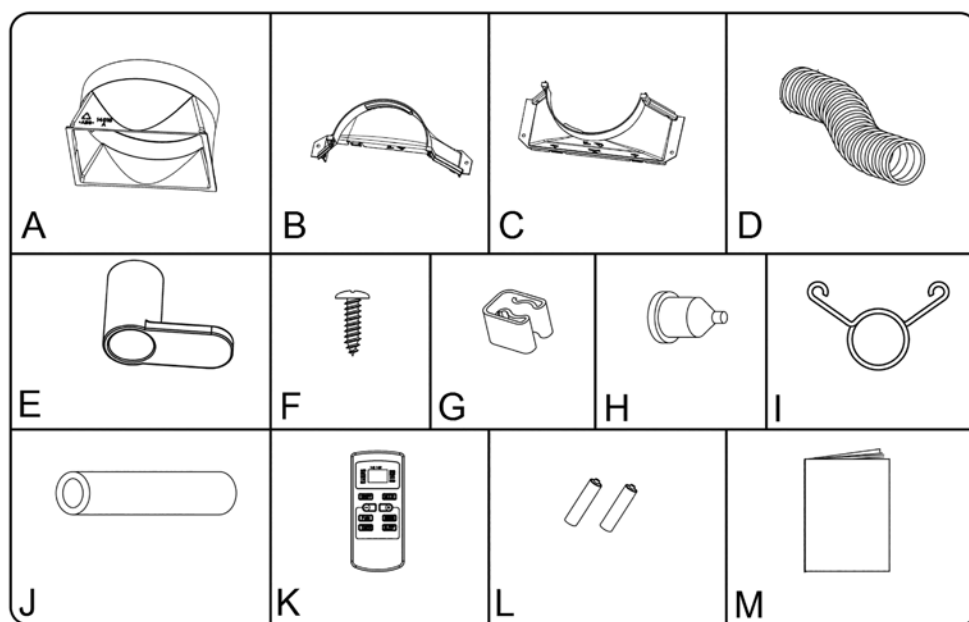
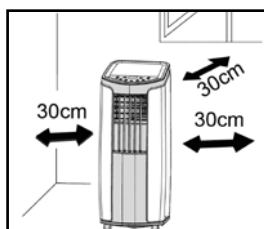
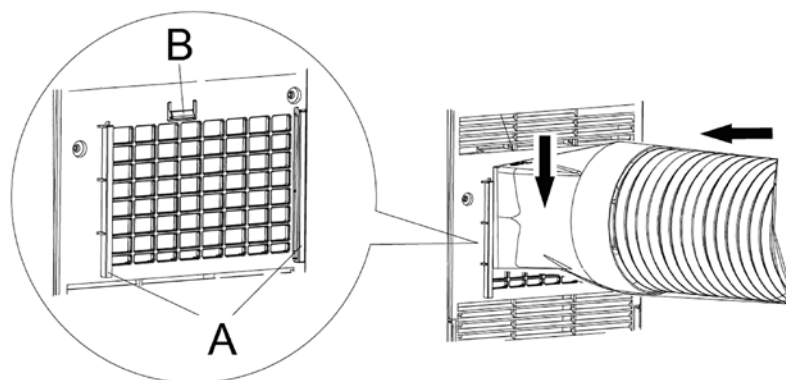

Figura 1
Figura 2
Figura 4
- 4 Collegare i due raccordi B e C (vedere la figura 1) premendoli saldamente l'uno nell'altro in direzione della freccia (vedere la figura 2). Avvitare quindi il raccordo B e C sul tubo per l'aria.
- 6 Collegare il tubo per l'aria al raccordo A (vedere la figura 1) al climatizzatore facendolo passare dalle guide A dal lato posteriore del climatizzatore e abbassandolo fino a superare la chiusura B (vedere la figura 4).